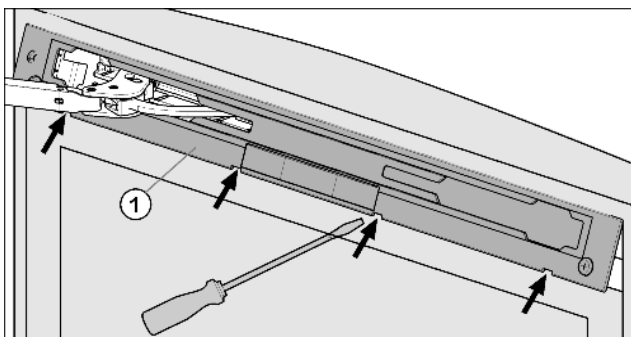

Fig. 4
▶ Выведите накладку Fig. 4 (1) из зацепления и снимите ее с помощью шлицевой отвертки.